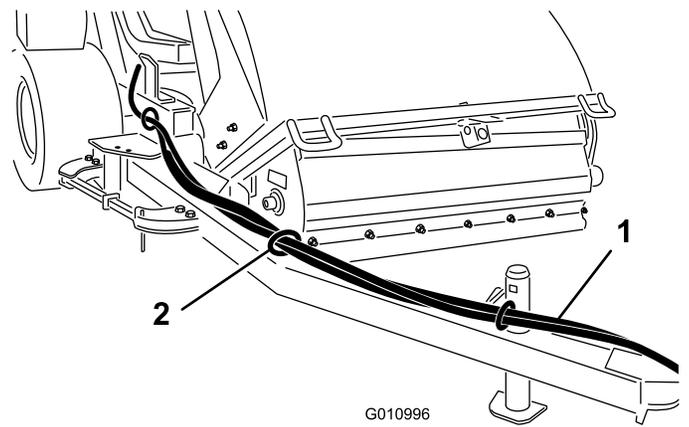

图10
1. 将液压软管和线束穿过挂钩牵引杆前面的软管导向架 (图10)。